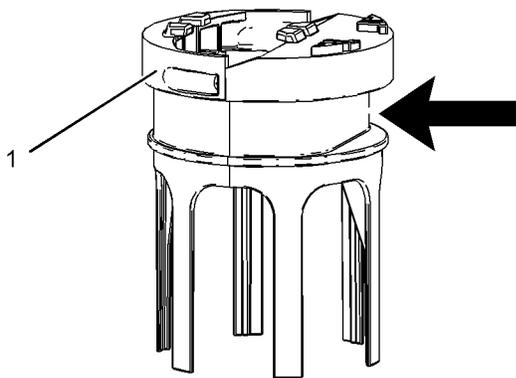

図 77
4. タブ(5) を引いて、ヘッダコイルの底部からサクシオンフィルタ(4) を取り外します。新しいサクシオンフィルタと交換します。
6. 図77のように、バンドクランプがフィルタベースの平らな部分と揃っていることを確認します。バンドクランプを $4.5 \pm 0.7 \text{ N}\cdot\text{m}$ ($40 \pm 6 \text{ lb in}$)のトルクで締め付けます(1)。また、締め付け時にフィルタがよれてコブができないよう注意します。